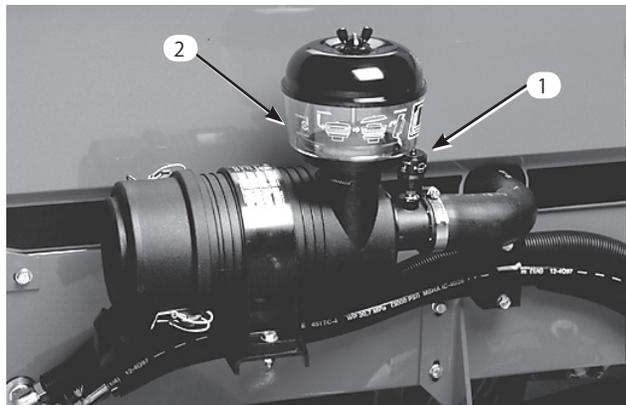

図45
2. 通常の運転条件では400運転時間ごと、またはインジケータ (図45) の色が赤に変わったら直ちにフィルタの整備を行う。運転条件の悪いところでは整備間隔を短くする。エア・フィルタの整備のしすぎはかえってよくない。
9. インジケータ (図45) が赤になっていればリセットしておく。